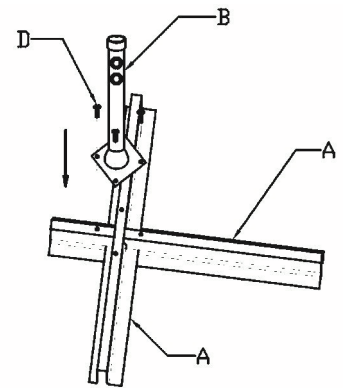

Figure 1
Carefully remove umbrella from box. After interlocking the two Cross-Base pieces (A), attached the Base Pole (B) to the Cross-Base using the Base Hardware (D) (Figure 1). Install 4 pavers or weighted base (sold separately), with a total weight of at least 140 lbs., on Cross-Base (A) for stability. Place assembled umbrella in base Pole (B), line up holes in bottom pole and base pole, and screw in Locking Knobs (C).
Déballer le parasol avec soin. Après avoir assemblé la base cruciforme (A), insérez le mât inférieur (B) et fixez à l'aide de boulons et de rondelles (D) (Figure 1). Posez les 4 dalles ou la base lestée (vendue séparément) et stabilisez avec un poids total d'au moins 64 kilos. Insérez le parasol assemblé dans le mât inférieur (B), alignez les trous du mât central à ceux du mât inférieur et vissez le bouton de verrouillage (C).